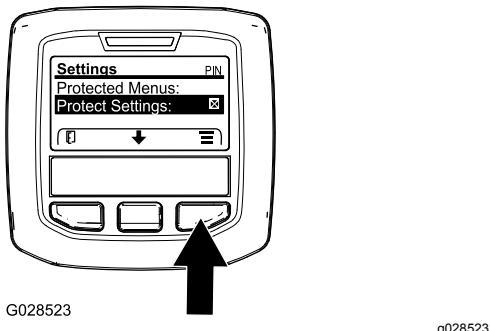

Figura 43
- Accedete al menu protetto e sbloccate il sottomenu delle impostazioni protette (Figura 43); fate riferimento a Accesso ai menu protetti \(pagina 25\).